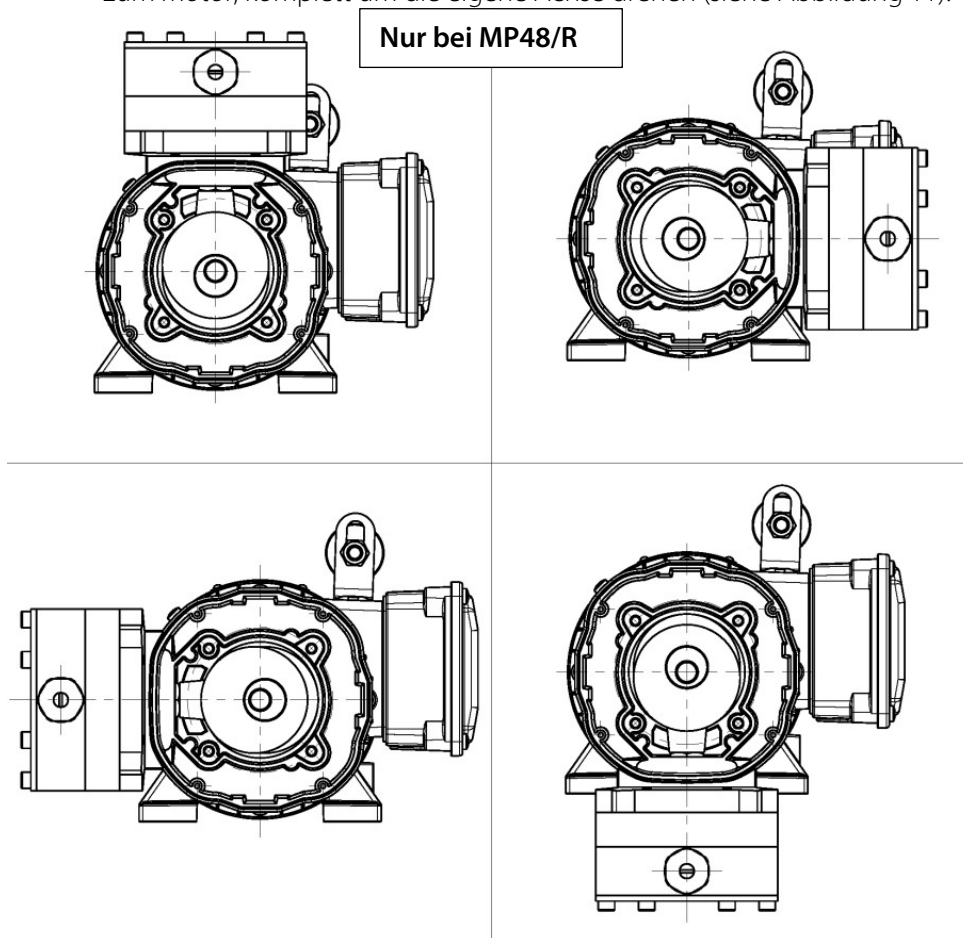

Abbildung 11 MP48/R: Einbaupositionen des Kompressorgehäuses
4. Gehäuse in gewünschte Position drehen. Das Kompressorgehäuse lässt sich in 90° Schritten, in Relation zum Motor, komplett um die eigene Achse drehen (siehe Abbildung 11).